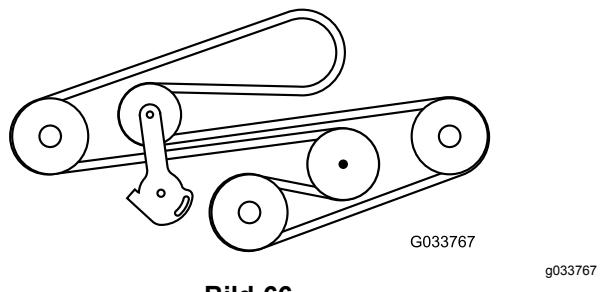

Bild 66
- Bringen Sie den Riemen an und verlegen in, wie in Bild 66 abgebildet.